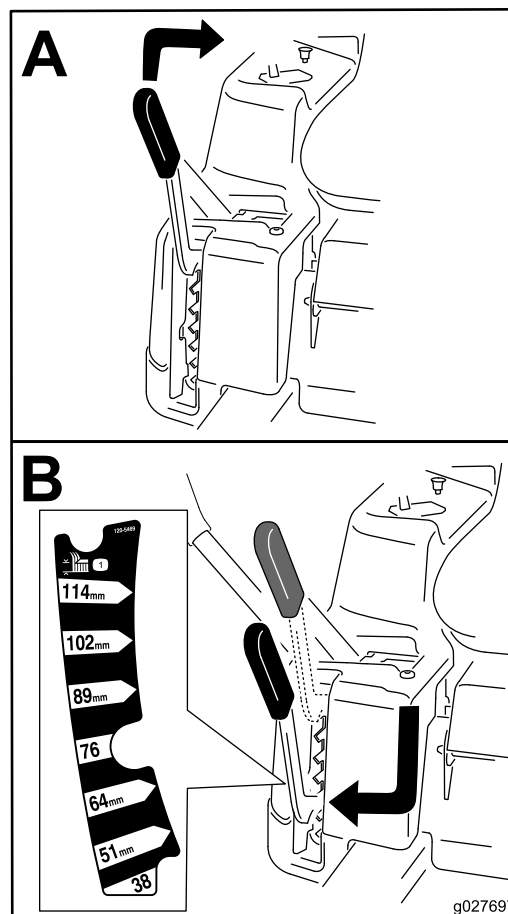

Figura 18
**Nota:** La posizione di trasferimento prevede l'altezza di taglio massima o pari a 115 mm come mostrato nella Figura 18.